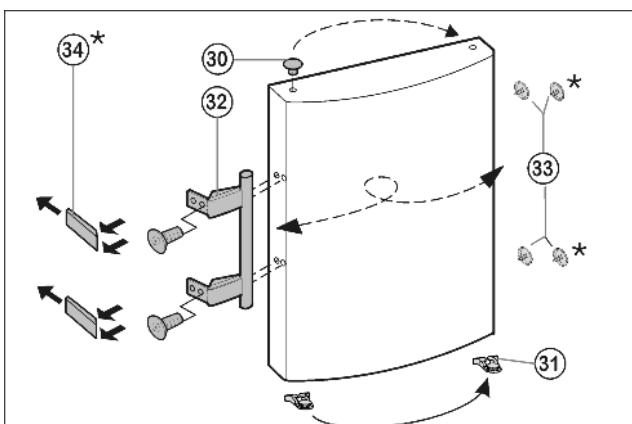

Fig. 8
- ▶ Извлеките пробку Fig. 8 (30) из опорной втулки дверцы и переставьте.
- ▶ Снимите и переставте на противоположную сторону дверную ручку Fig. 8 (32), пробку Fig. 8 (33) и прижимные пластины* Fig. 8 (34).